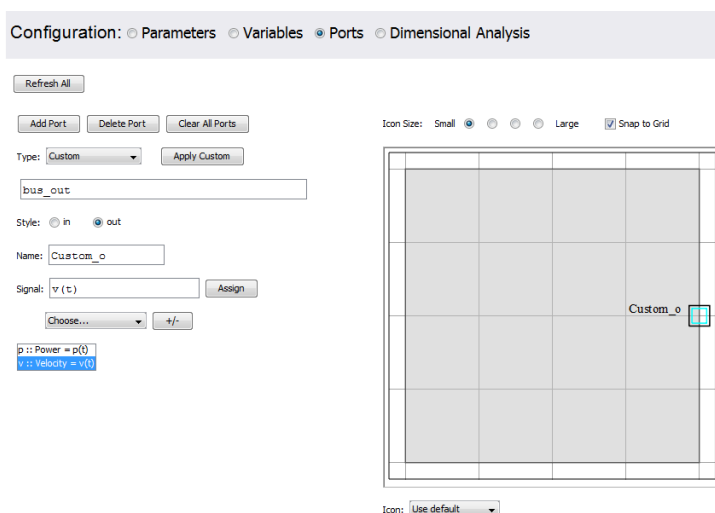

図6.10 カスタムポートの使用
14. このセクションの下部にあるドロップダウンメニューとリストボックスを使用して、Power 変数を $p(t)$ に、Velocity 変数を $v(t)$ に割り当てます。図6.10「**カスタムポートの使用**」に、テンプレートの完成したポートセクションを示します。